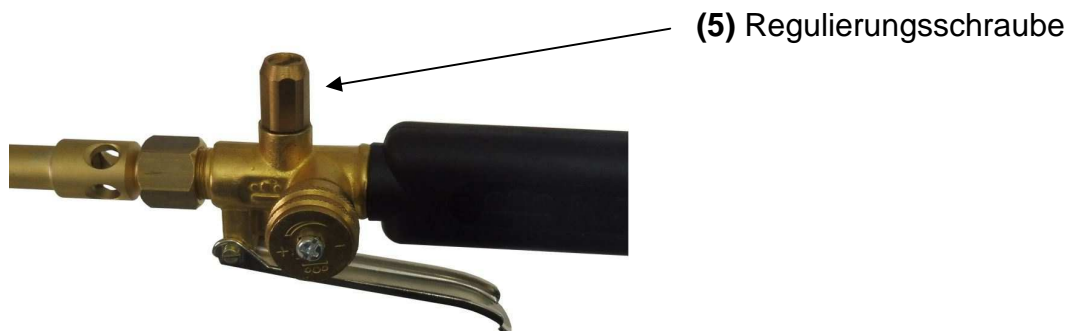

Abbildung 17: Brenner - Regulierungsschraube
2. Regulierungsschraube (5) (s. Abb. 17) mit einem Schraubendreher zur Verkleinerung der Sparflamme im Uhrzeigersinn drehen.
3. Ein Vergrößern der Sparflamme erfolgt dementsprechend durch ein Drehen der Regulierungsschraube (5) gegen den Uhrzeigersinn.